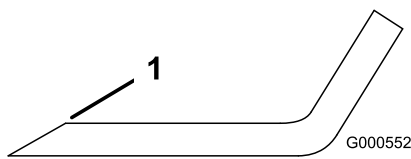

Figure 52
1. Au moyen d'une lime, aiguissez les tranchants à chaque bout de la lame (Figure 52).
**Remarque:** Si la lame est déséquilibrée, limez un peu l'extrémité de l'ailette seulement (Figure 52).